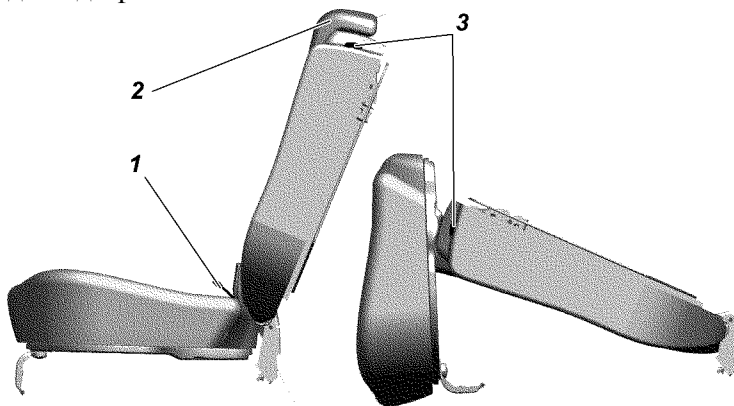

Рис. 3.24. Заднее трехместное сиденье:
Заднее трехместное сиденье (рис. 3.24) состоит из односторонней и двухместной подушки и односторонней и двухместной спинки.
-потяните за петлю 1 (рис. 3.24) и установите подушку в вертикальное положение;
-потяните за рычаг 3 по направлению движения автомобиля, освободив спинку, уложите ее, как показано на схеме, рис. 3.24;